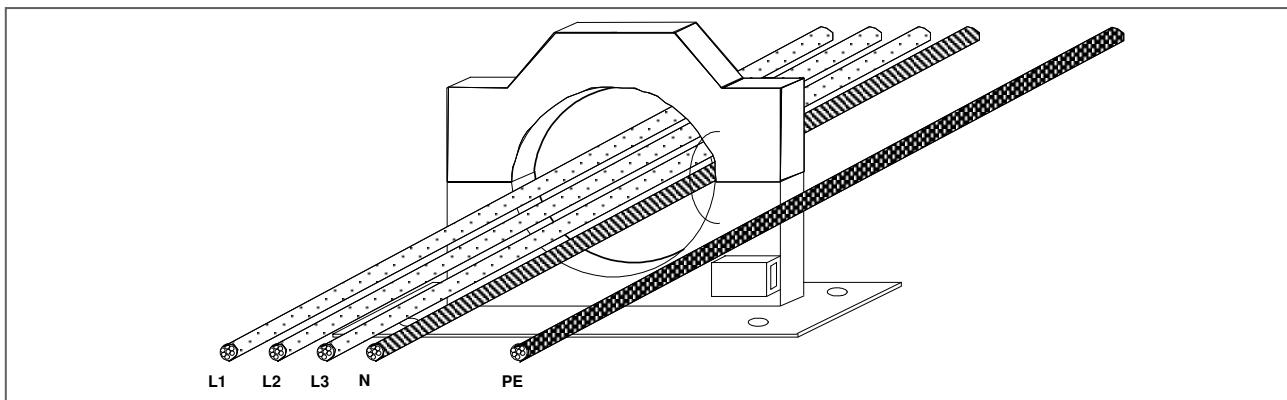

Bild 2.15. Montering av kablarna i summaströmtransformatorn
Icke delbar summaströmtransformator monteras innan kabeldragningen. Vid montering skall man ta hänsyn till närliggande strömförande ledningar. **Transformatorn får icke monteras bredvid matningskabel med hög ström**, minsta avståndet är 100 mm. Transformatorerna fästes på avsedda platser och fasledning (1-fasnät) eller fasledningar (3-fasnät) samt noledaren (N) dras genom summaströmtransformatorn enligt bild 2.15.